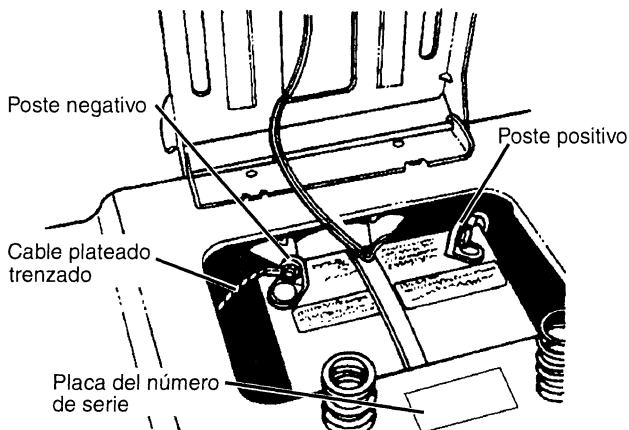

FIGURA 6
- Conecte el cable rojo de la batería al terminal positivo (+), con un perno de cabeza hexagonal de 6 mm y una tuerca flotante de 6 mm (incluidos en la bolsa de partes) y apriete de forma segura. (vea la Figura 6) Instale la cubierta del terminal rojo (+).